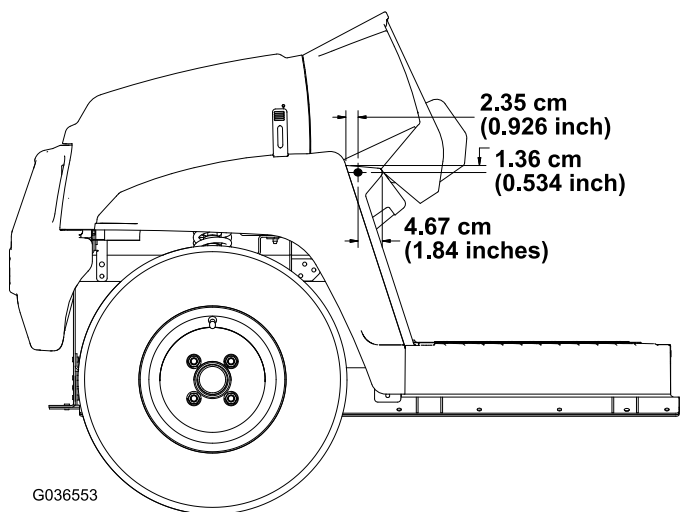

Bild 30
- Verwenden Sie die in Bild 30 abgebildeten Abmessungen und bohren Sie ein 5/16" großes Loch in die Außenseite des Trittbretts an der linken und rechten Seite der Maschine.